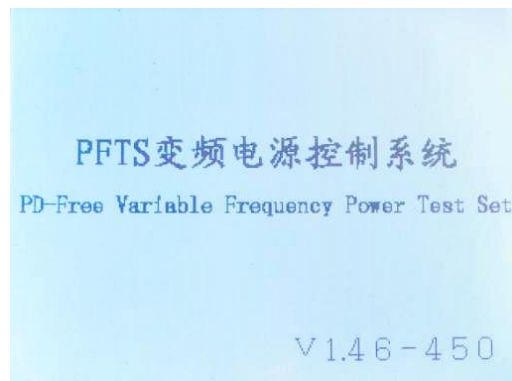

图 16 HMCXZW 型变频电源装置欢迎
6.6.3.1 显示屏幕用于监控变频电源装置工作状态，当开机时控制箱中发出连续三声报警声，然后是一个欢迎界面，见图 16。